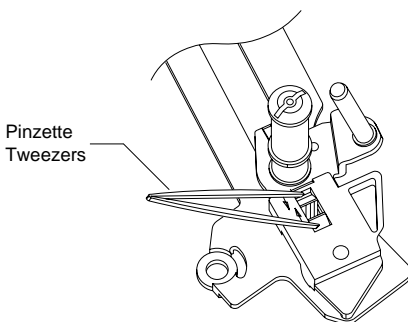
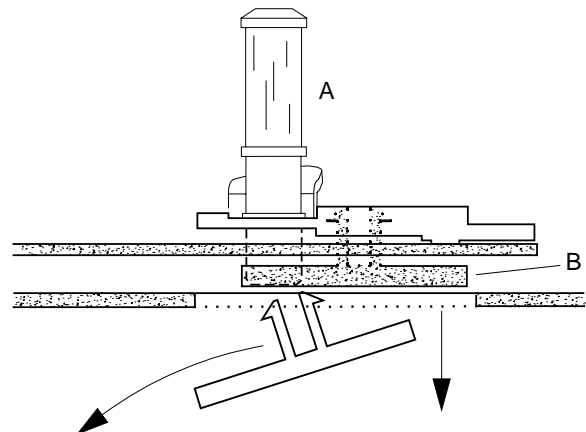

Fig. 18
Fig. 19
- Mit einer Pinzette die beiden Schnapphaken zusammendrücken und die Umlenkrolle von der Platte (Fig. 18) abnehmen.
- Compress the two snap hooks by means of tweezers and remove the reverse roller from the holding plate (Fig. 18).
- Mit einer Pinzette die beiden Schnapphaken zusammendrücken (Fig. 18) und die Umlenkrolle "A" von der Platte "B" abnehmen (Fig. 19).
- Fädelarml links aus der Platte aushängen und diese durch die Aussparung im Chassis nach unten aus dem Laufwerk entfernen (Fig. 19).
- Unhook the tension arm spring (pos. 11) to avoid the tension arm spring being pre-loaded.
- At the bottom side of the tape deck, partially unhinge the sensor print and remove the tension lever (pos.112N).
- Compress the two snap hooks by means of tweezers (Fig. 18) and remove the reverse roller "A" from the plate "B" (Fig. 19).
- Release the loading arm (left) from the holding plate and withdraw the latter through the cutout in the chassis (Fig. 19).